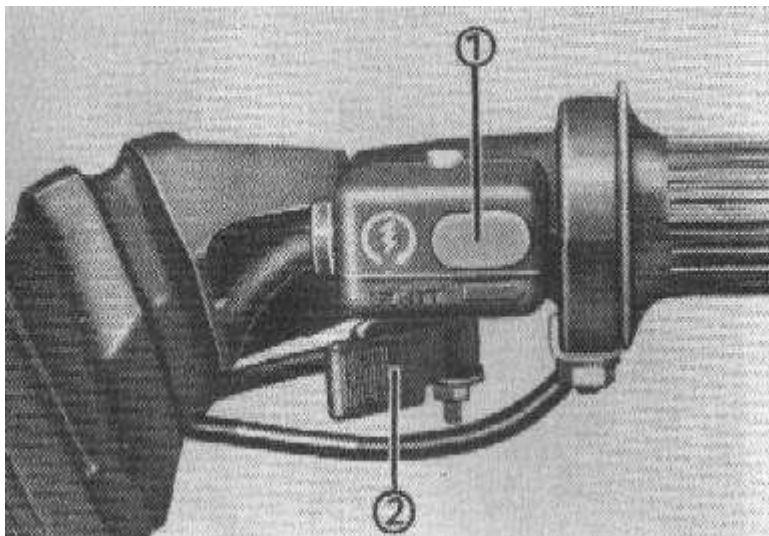

Bild 4. Anlassertaster
- Kickstarterhebel nach unten treten (dabei sollte das Fahrzeug auf dem Kippständer stehen) bzw. Anlassertaster betätigen (siehe Bild 4);